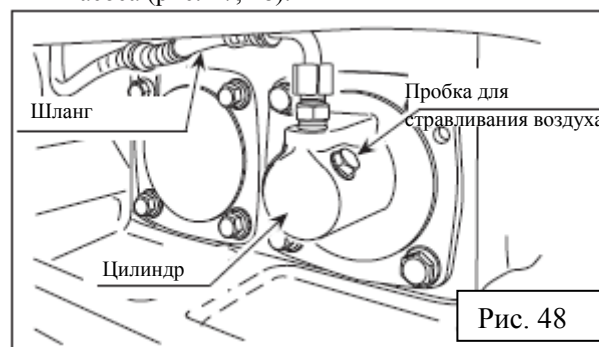

Рис. 48
2. После слива масла поставьте шланг виброустановки на место. Переместите рычаг хода в крайнее переднее положение и подсоедините его к скобе с помощью веревки (см. рис. 48, 49).
4. Снимите пробку для стравливания воздуха цилиндра виброустановки. Из отверстия начнет выходить масло. После того, как исчезнут пузырьки воздуха, установите пробку на место. Затяните ее (рис. 48).